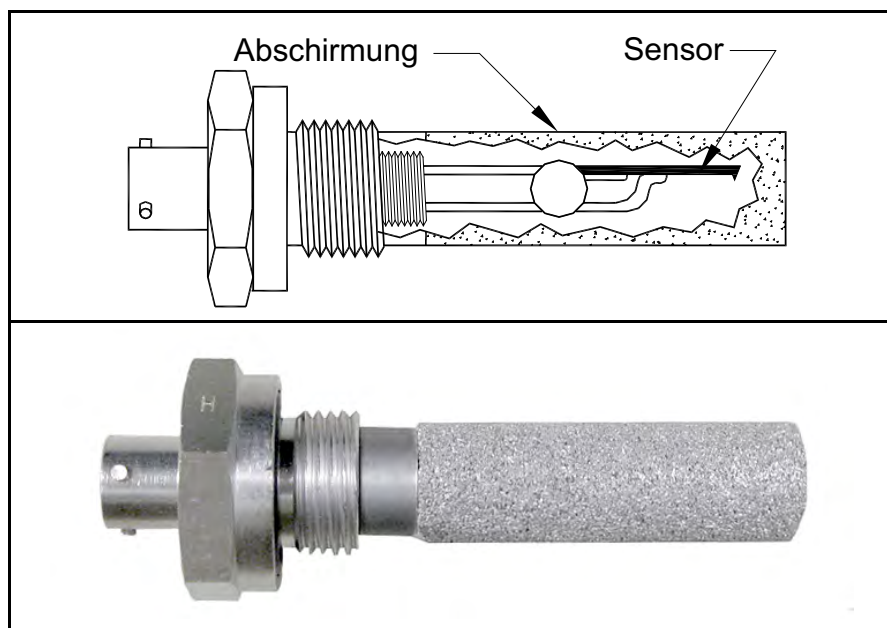
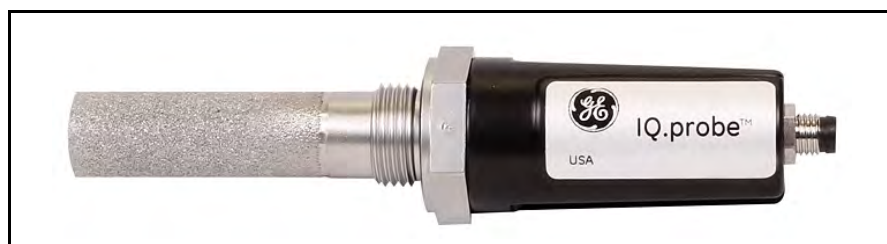

Abbildung 2: M Series-Messkopf
Abbildung 3: IQ.probe-Messkopf
Der *Feuchtigkeitsmesskopf* ist der Teil des Systems, der direkten Kontakt mit dem Prozess hat. Der **dew.IQ** verwendet einen beliebigen GE **M Series**-Messkopf (siehe *Abbildung 2*) oder **IQ.probe**-Messkopf (siehe *Abbildung 3*) zur Messung der Taupunkttemperatur in °C oder °F. Die Sensorbaugruppe ist an der Messkopfbefestigung angebracht und durch eine Abschirmung aus gesintertem Edelstahl (siehe *Abbildung 2*) geschützt.
- M Series-Messkopf (siehe *Abbildung 2 auf Seite 2*)
- IQ.probe (siehe *Abbildung 3 auf Seite 2*)